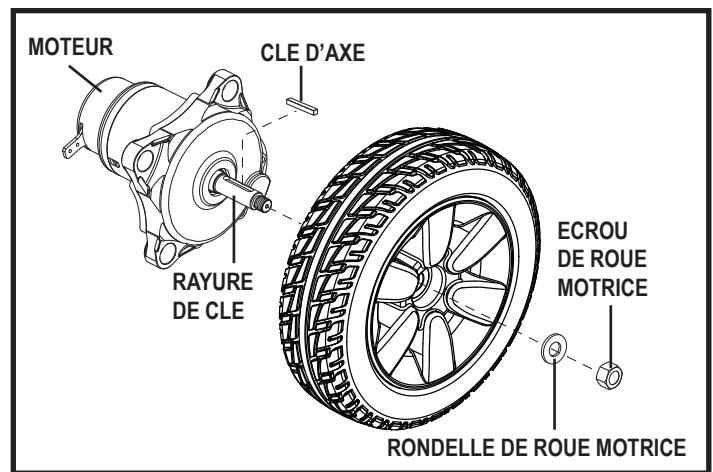

Figure 16. Enlèvement de la roue motrice
5. Retirez le chapeau de roue. **Voir la figure 16.**
6. Retirez l'écrou et la rondelle de roue motrice sur l'essieu. **Voir la figure 16.**
12. Réinstallez la roue motrice, la rondelle et l'écrou sur l'essieu et serrez bien. **Voir la figure 16.**
7. Démontez les fils des vieilles batteries pour les installer sur les nouvelles. Assurez-vous que les connexions soient dans la bonne direction. **Voir la figure 16.**